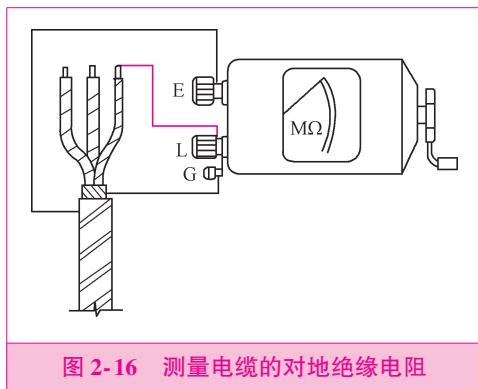

图 2-16 测量电缆的对地绝缘电阻
3) **测量电缆的对地绝缘电阻**或被测设备的漏电流较严重时，G 端接屏蔽层或外壳，L 接线芯，E 接外皮，如图 2-16 所示。G 端接屏蔽层或外壳的作用是消除被测对象表面漏电造成的测量误差。